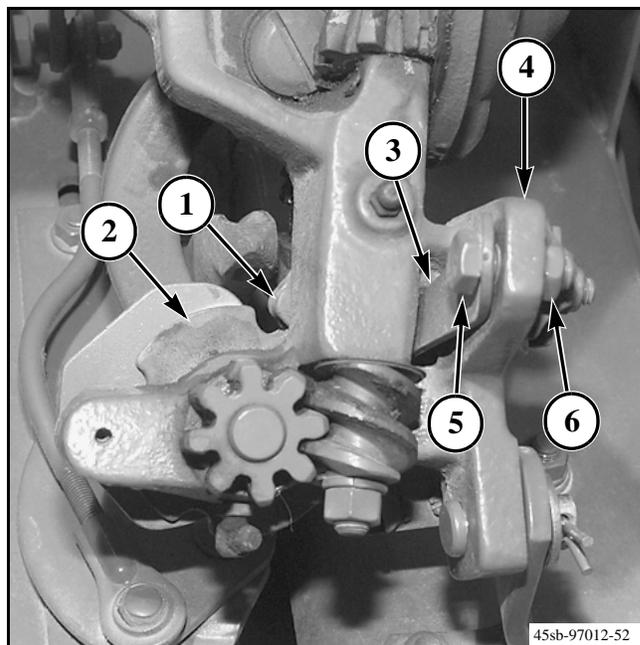

FIG. 40
FIG. 40: El soporte de cuerda (1) mantiene la cuerda en el disco (2). El soporte de cuerda funciona bajo la presión aplicada por un resorte plano (3). El resorte plano está sujeto al bastidor del cabezal de la anudadora (4) por un tornillo de ajuste (5) para variar la presión del resorte. Para bloquear el tornillo de ajuste en la posición correcta se utiliza una contratuerca (6).